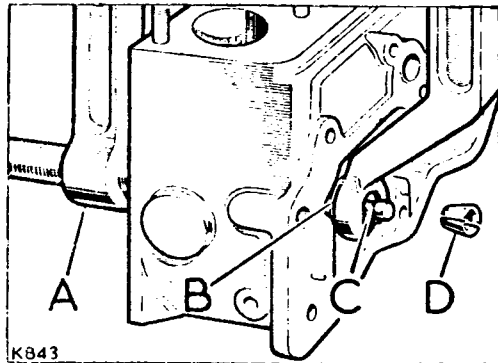

Fig. A4-78.- Desmontaje de válvulas.
2.1.- Utilizando el desmontaválvulas (A) (Fig. A4-78), extraer el conjunto de la válvula, muelle (B) y fiador (D). Mantener las piezas desmontadas por conjuntos.
- 6.3.- Montar los muelles y sus tapas y, utilizando el desmonta-válvulas (276102) comprimir aquellos y colocar los fiadores en su alojamiento de los vástagos. (Fig. A4-78).